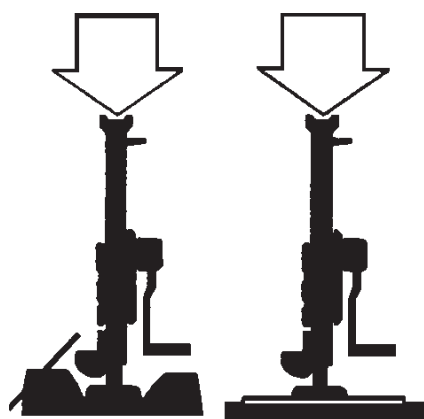

Fig. 1
- De dommekracht dient op een stevige vlakke en niet gladde ondergrond te worden ingezet, hierdoor voorkomt men wegglijden (Fig. 1).
- L'operatore deve accertarsi che la binda è utilizzata su di una superficie stabile e non sdruciolevole così da evitare alla binda di affondare o di scivolare (Fig. 1).
- Non allungare la leva di comando (Fig. 1).